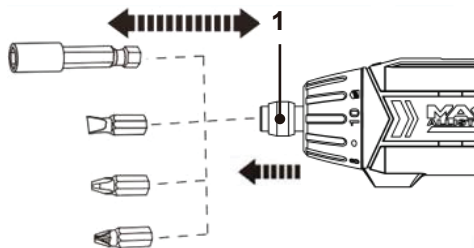

Fig. 1
- > Introduceți un vârf de acționare adecvat complet, până la opritor, în prinderea uneltei (1) (Fig. 1).
- > Trageți și mențineți manșonul sistemului de prindere al uneltei (1), apoi îndepărtați vârful din prinderea uneltei (Fig. 1).